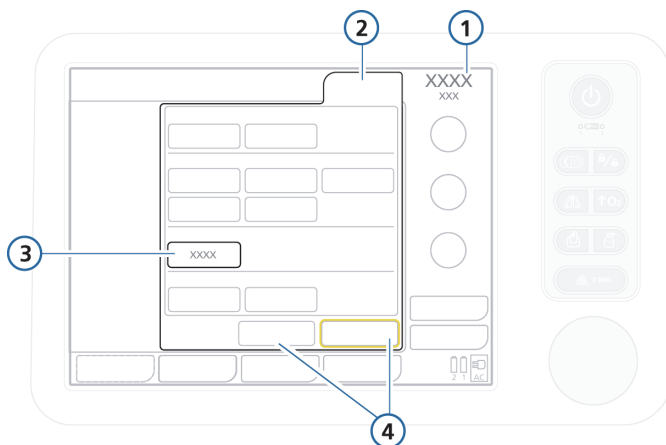

Figura 5-4. Alteração do modo, janela Modos
1. Abra a janela Modos. Consulte a Figura 5-4.